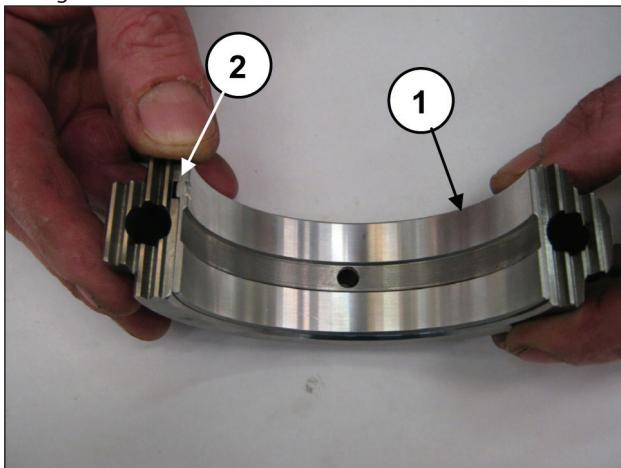
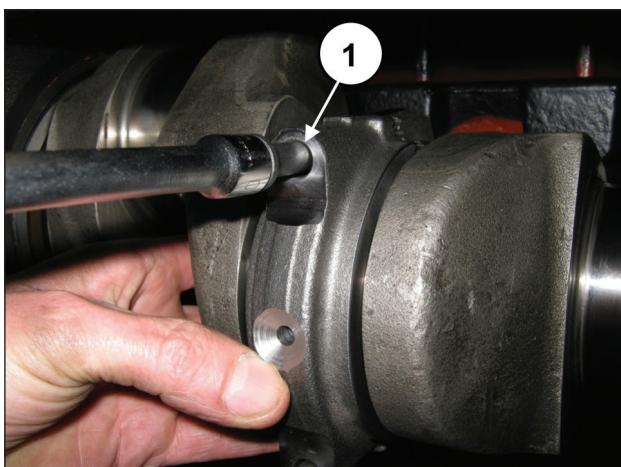

Abb. 69
Abb. 70
Montieren Sie die unteren Lagerschalen an die Pleueldeckel (Pos. ①, Abb. 69) und vergewissern Sie sich dabei, dass die Bezugsmarkierung der Lagerschalen in der entsprechenden Aufnahme am Deckel zu liegen kommt (Pos. ②, Abb. 69). Befestigen Sie die Pleueldeckel mit Pleuelhälften anhand der Schrauben M10x1,5x80 (Pos. ①, Abb. 70).